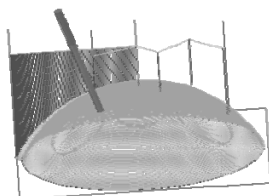

图 5-32 线框仿真加工
- 3) 直接单击左键，系统便开始线框仿真，如图 5-32 所示。